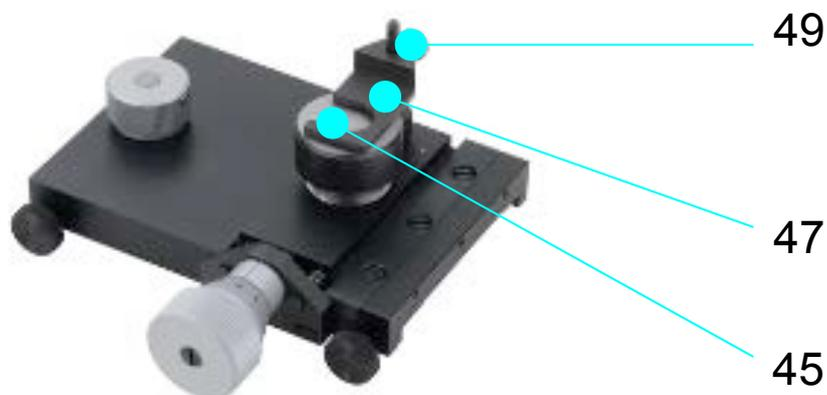

Fig. 6
Pour les mesures d'essais, la table croisée doit être équipée de la petite table plate (45), de la bride de fixation (47) et du boulon (49), selon (Fig. 6). La plaque de mesure doit être fixée sur la table plate de manière à ne pas glisser.
L'accessoire spécial M124-01, (Fig. 6) équipé de la table plate (45) est placé sur la table (14). Prendre particulièrement soin que la table soit baissée le plus possible à partir de l'objectif. Abaisser la table, afin de ne toucher ni l'objectif, ni le diamant lors de la pose des accessoires